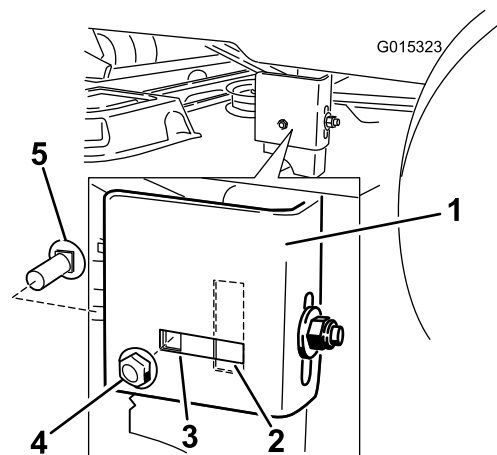

Figura 51
7. Mueva al lado izquierdo de la máquina. Retire el perno de cuello cuadrado lateral y la tuerca de bloqueo de la posición fija, e instálelos en la posición ranurada trasera; no los apriete del todo (Figura 51).